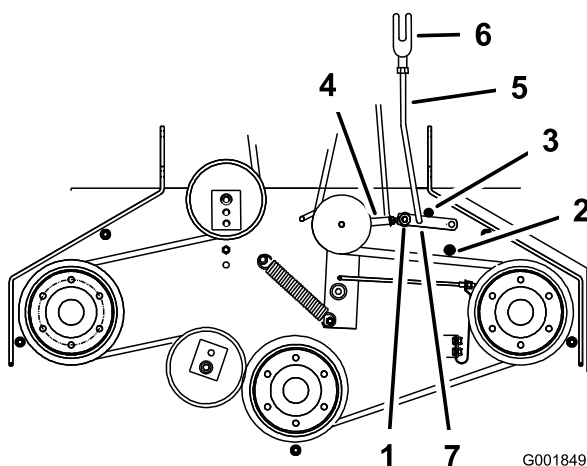

Bild 48
- Stellen Sie sicher, dass der Stützarm am hinteren Stützarmanschlag am Mähwerk anliegt (Bild 48).
- Der Stützarm sollte den vorderen Stützarmanschlag am Mähwerk berühren. Wenn er ihn nicht berührt, bringen Sie den Kippschalter näher an die Verstärkung (Bild 48).
- Entfernen Sie den Splint aus dem Stützarm, um den Stützarm-Lenker einzustellen (Bild 48).
- Setzen Sie den Stützarm-Lenker in den Stützarm und befestigen ihn mit dem Splint (Bild 48).